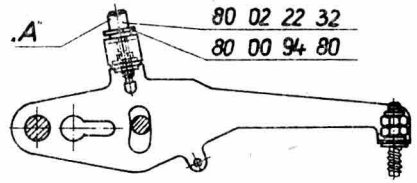

Abb. 10
- Die Stichlänge der Knopflochraupen wird am Justierpunkt „A“ eingestellt (Abb. 10).